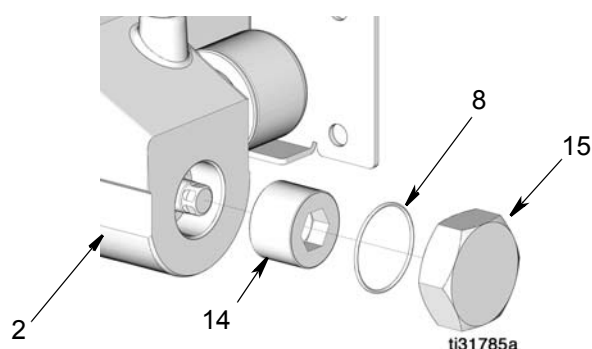

FIG. 16
2. Retirer l'écrou de fin de course de la pompe (15) et le joint torique (8) de la base de la pompe (2) (FIG. 16).